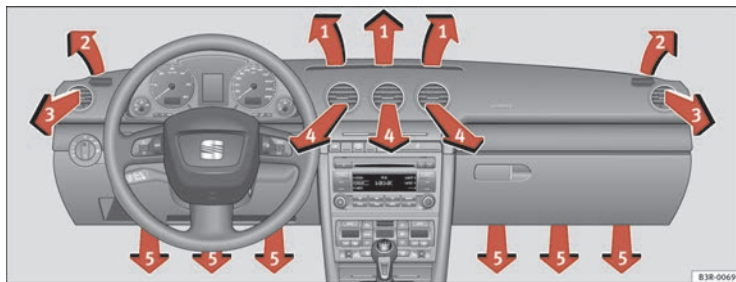

Abb. 134 In der Instrumententafel: Anordnung der Luftaustrittsdüsen
Die Luftaustrittsdüsen ⇒ Abb. 134 ③ und ④ können wie folgt bedient werden.
Die drei Tasten haben folgende Bedeutung. Die Zahlen beziehen sich auf die Luftaustrittsdüsen => Seite 169, Abb. 134.
Der Gebläsemotor wird nach Ausschalten der Zündung über das Solardach mit Solarstrom betrieben. Achten Sie bitte darauf, dass die Düsen 3 und 4 geöffnet sind ⇒ Seite 169, Abb. 134, um eine optimale Belüftung zu erreichen.